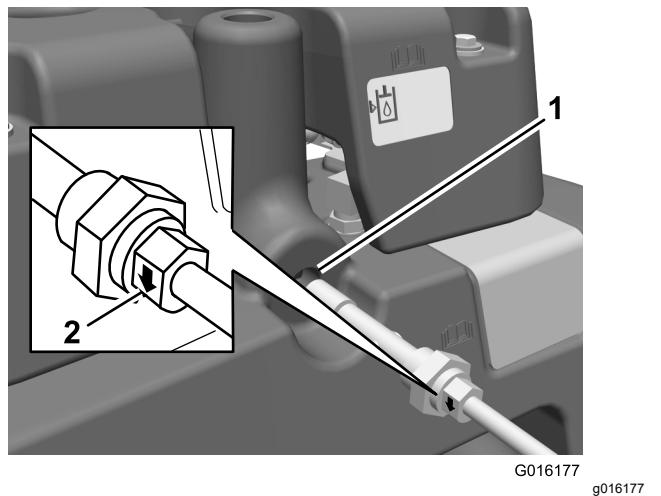

Figura 11
- Retire o bujão do depósito hidráulico principal (Figura 11).
- Seta de indicação na porca (2)
- Deslize o anel de retenção para o sensor de nível de óleo e instale o sensor no depósito hidráulico (Figura 11).
Importante: Certifique-se de que as setas de indicação em cada lado da porca que prende o sensor de nível de óleo hidráulico apontam para baixo (Figura 11).